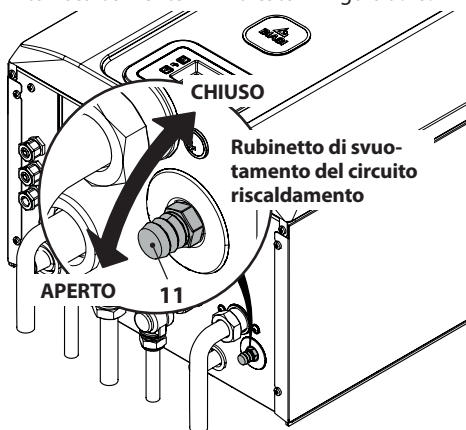

Figura 9.10
- Allentare il rubinetto di svuotamento del circuito riscaldamento **11** indicato in Figura 9.10.